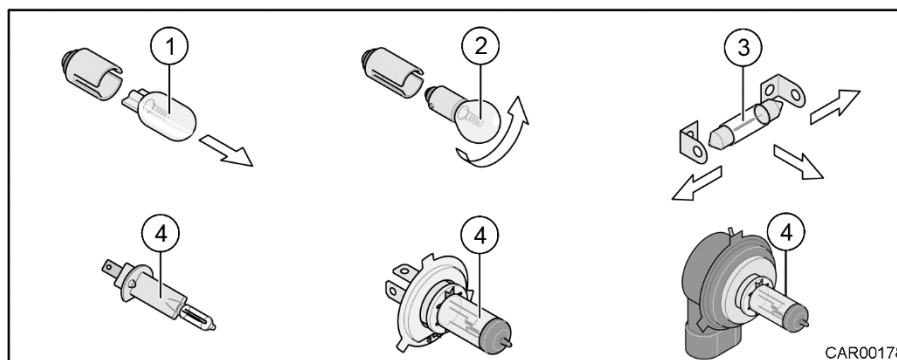
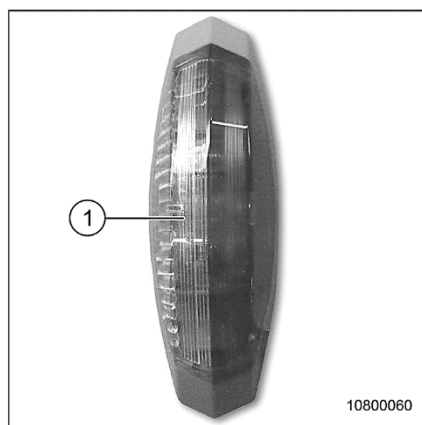

Fig. 197 Vue d'ensemble des types d'ampoules
Fig. 200 Feu de gabarit
1. Soulever prudemment l'écran (Fig. 200,1) du feu de gabarit avec un tournevis fin.
2. Enlever l'écran (Fig. 200/1) et remplacer l'ampoule (Fig. 197/3).
2. Enlever l'écran et remplacer l'ampoule (Fig. 197/2).